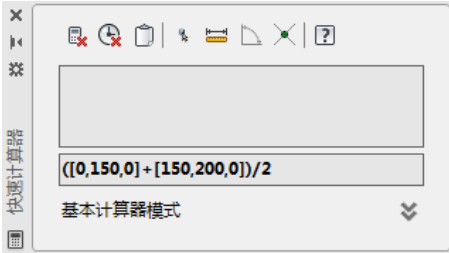

图 5-27 用两点坐标编辑算式
- 3) 用“()”和运算符将两坐标连成一个算式, 如图 5-27 所示。